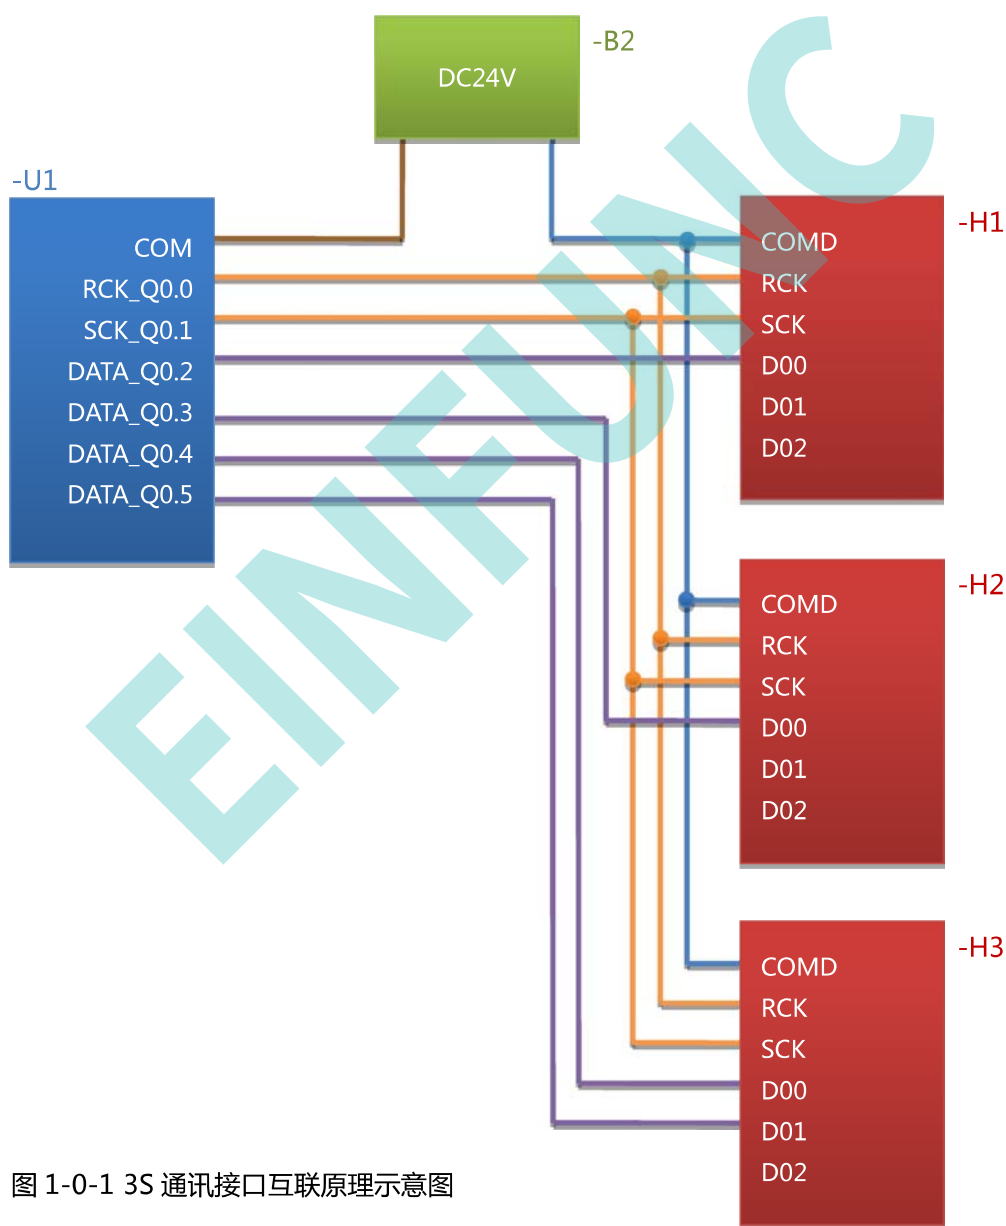

图 1-0-1 3S 通讯接口互联原理示意图
通讯接口的外部设备上，使这些设备对接收到的数据进行进一步的处理，如图 1-0-1 所示。这项技术由任志兵
于 1995 年发明研制，在当年申请并实施了实用新型专利：ZL95226265.7。在图 1-0-1 中：
任选 PLC-U1 三个晶体管输出点作为最基本的 3S 通讯接口，如图 1-0-1 中所示的 Q0.0、Q0.1 和 Q0.2 点：
够保证传送速度不变。如图 1-0-1 中，-H3 外设需要接收双整数数据（32Bits），PLC-U1 需要两个数据输出口，
- ❖ 3S 通讯线路电源就是图 1-0-1 中的 -B2 电源，DC24V。它与各设备的 COM/COMD 的连接方向取决于 PLC-U1 的 DO 晶体管/场效应管的有效电流方向：